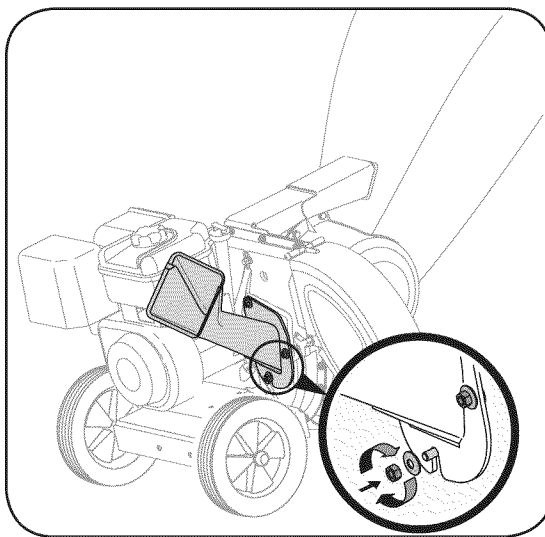

Figura 3-9
- b. Ajuste el canal de la cortadora con tres arandelas curvas (con el lado curvo contra el canal de la cortadora) y con las tuercas hexagonales que había sacado anteriormente. En este momento apriete las tuercas. Vea la Figura 3-9.